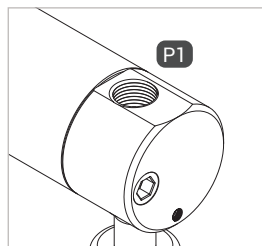
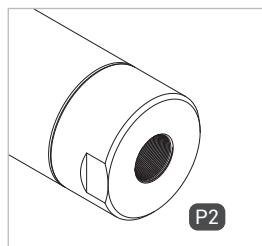

Figure 2
Figure 3
- ▶ Vissez hermétiquement le port de pression pilote « P1 » (Figure 2) et / ou « P2 » (Figure 3) avec l'embout de raccordement de la conduite de pression pilote. Couple de serrage du filetage dans la partie inférieure, voire le tableau page 19.